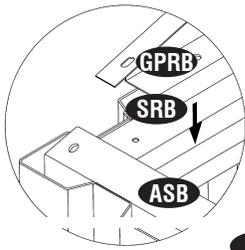
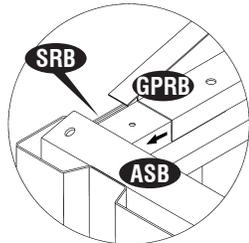

Fig.1
Fig.2
1. Coloque el hastial derecho (GPRB) sobre el canal corredero (SRB) como se indica en fig. 1. Introduzca el panel hastial en el ángulo superior lateral (ASB). Vea fig. 2. Haga coincidir los orificios del panel hastial con los del canal corredero y sujete ambas piezas con tornillos de 10 mm (S1) como indica el dibujo.